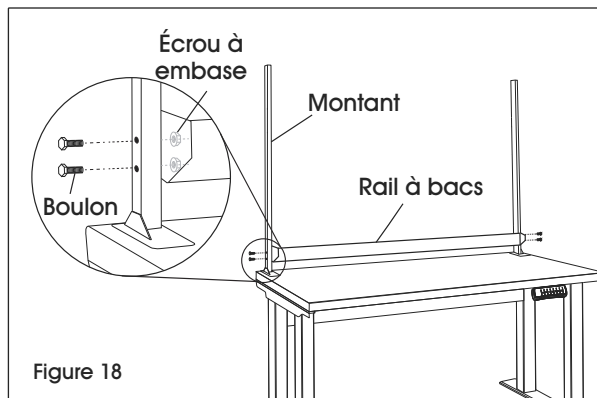

Figure 18
2. Fixez-le aux montants à l'aide de quatre boulons de 1 ½ po et d'écrous à embase. (Voir Figure 18)